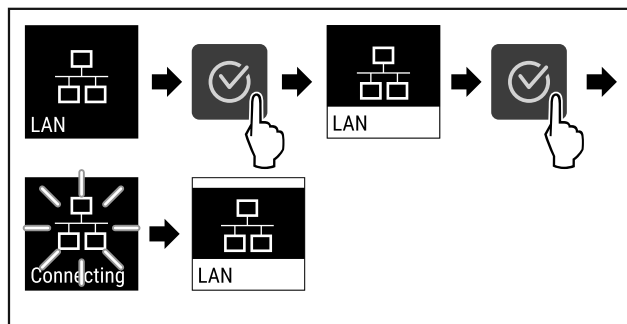

Fig. 90
- ▶ Provedte akční kroky (viz Fig. 90).